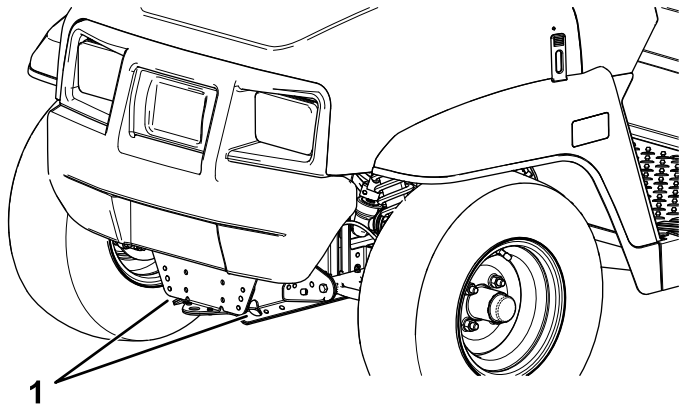
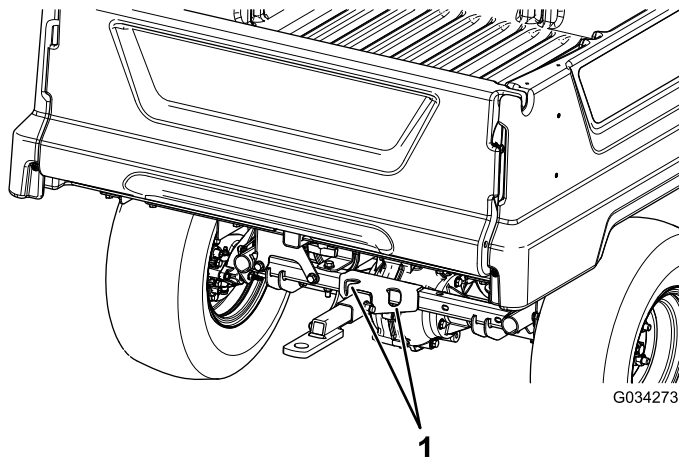

Figura 19
Figura 20
Vedere Figura 19 e Figura 20 per conoscere la posizione dei punti di attacco sulla macchina.
2. Fissate una fune di traino al timone sulla parte anteriore del telaio della macchina (Figura 19).